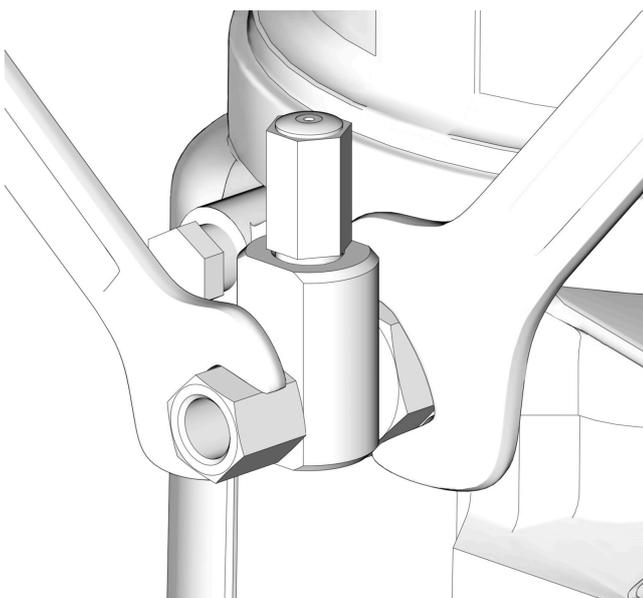

ABB. 12
- Wenn irgendetwas an das Pumpenelement oder an zusätzliche Fittings angeschlossen wird, sollten stets zwei Schraubenschlüssel verwendet werden, die entgegengesetzte Richtungen gedreht werden. Ein Beispiel ist in ABB. 12 dargestellt.